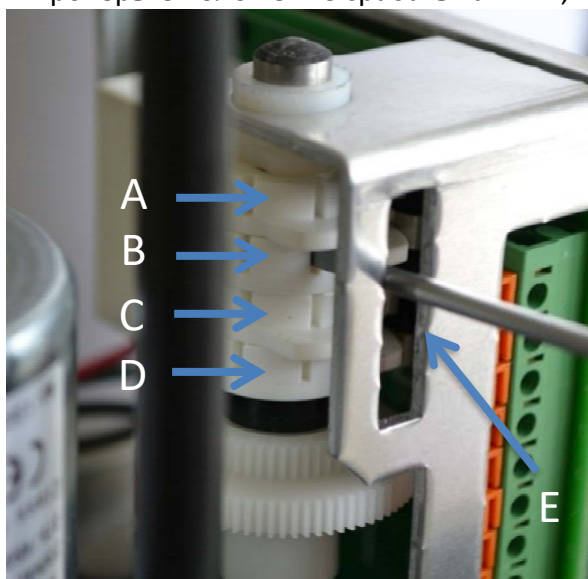

Рисунок 9: Регулировка контактных кулачков концевых выключателей
- При помощи подходящей отвертки (на 4 мм) прокрутите кулачок концевого выключателя закрытого положения (Рисунок 9; D) по часовой стрелке до щелчка микропереключателя.
- При помощи подходящей отвертки (на 4 мм) прокрутите кулачок концевого выключателя открытого положения (Рисунок 9; C) против часовой стрелки до щелчка микропереключателя.
Используйте выступ, обозначенный буквой E на Рисунок 9, в качестве упора для отвертки при регулировке контактных кулачков!
- При помощи подходящей отвертки (на 4 мм) прокрутите по часовой стрелке кулачок дополнительного концевого выключателя закрытого положения (Рисунок 9; В) до щелчка микропереключателя.
- При помощи подходящей отвертки (на 4 мм) прокрутите против часовой стрелки кулачок дополнительно концевого выключателя открытого положения (Рисунок 9; А) до щелчка микропереключателя.